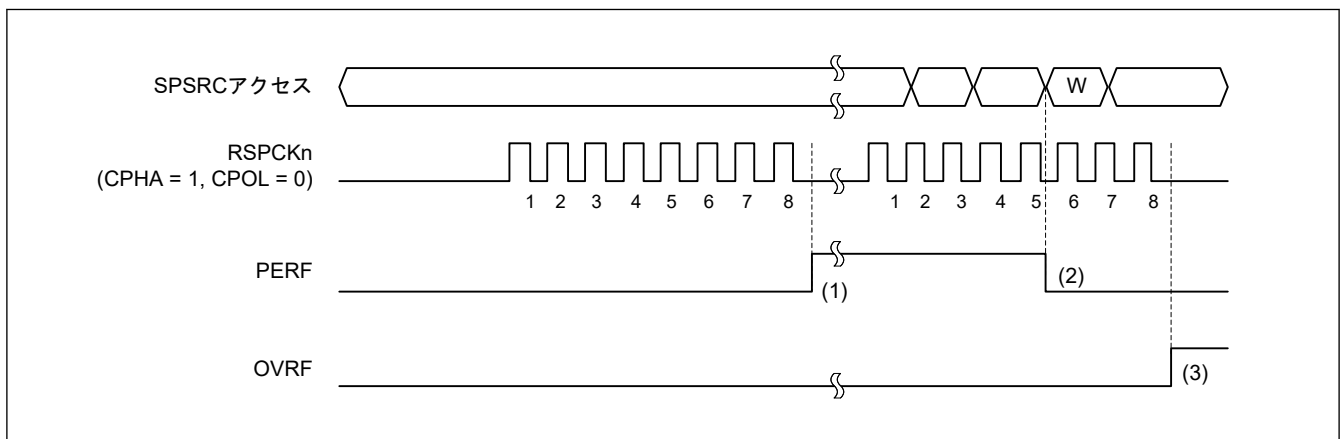

図 33.52 OVRF フラグおよび PERF フラグの動作例
図 33.52 に、OVRF フラグと PERF フラグの動作例を示します。図 33.52 に記載の SPSR アクセスは、SPSR レジスタへのアクセス状況を示しています。W は書き込みサイクル、R は読み出しサイクルです。この例では、SPCR.SPPE ビットが 1 の状態で全二重同期式シリアル通信を行います。SPI は、SPCMDm.CPHA ビットが 1、SPCMDm.CPOL ビットが 0 の設定で、8 ビットのシリアル転送を実行します。RSPCKn 波形の下に記載した数字は RSPCK サイクル数 (= 転送ビット数) を示しています。
以下に、図 33.52 の (1) ~ (3) に示したタイミングでのフラグの動作内容を説明します。